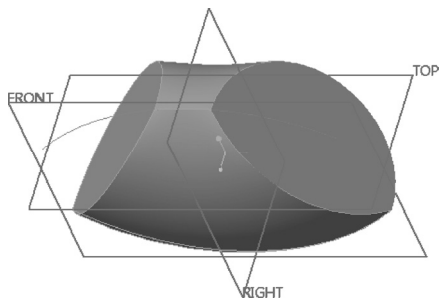

图 4-68 创建可变截面扫描实体特征
8) 在“扫描”选项卡中单击 (完成) 按钮, 完成创建的可变截面扫描实体特征如图 4-68 所示。